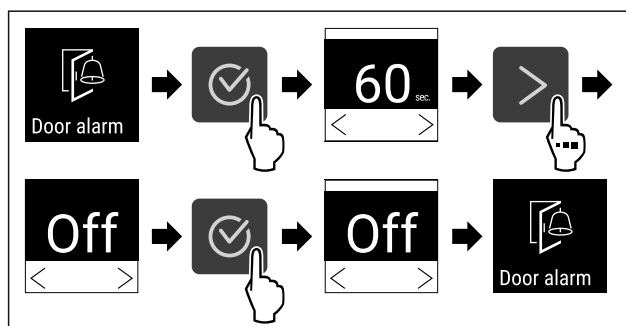

Fig. 118
- ▶ Выполните шаги действия (см. Fig. 118).